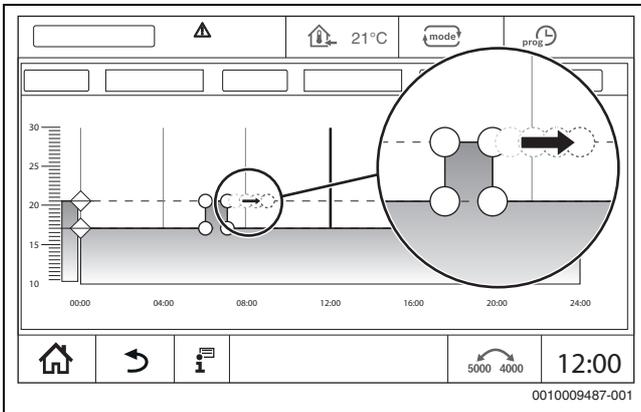

Рис. 25 Перенос точек переключения.
- ▶ Коснитесь точки переключения (→ рис. 25), удерживайте в течение одной секунды и перетяните на желаемое время суток.